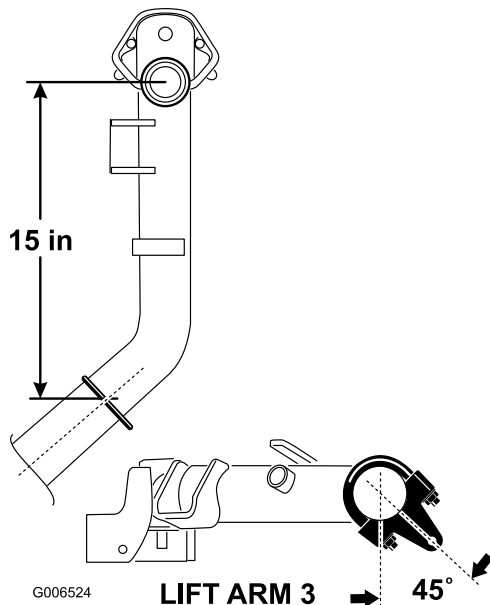

Figura 5
- Nos braços de elevação nº 2 e nº 3, posicione os suportes e as cavilhas em U 38 cm atrás do centro da articulação (Figura 5). Rode os suportes 45 graus para o lado exterior da máquina.